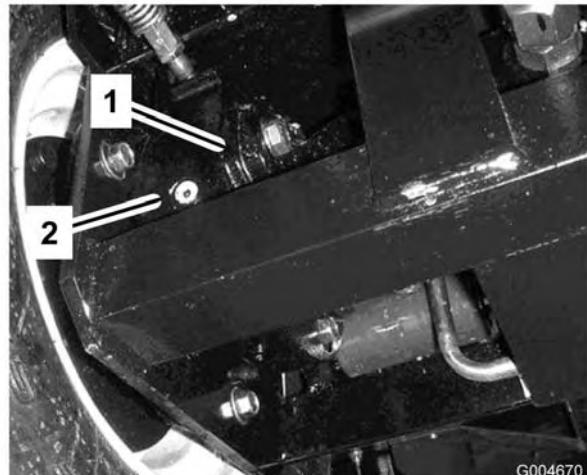

Bild 11
2. Entfernen Sie die Schraube (Bild 10) am Planetengetriebe und prüfen Sie die Schraube an der Rückseite der Bremse (Bild 11). Der Ölstand muss die Unterseite des Prüfschraubenlochs an der Rückseite der Bremse erreichen.